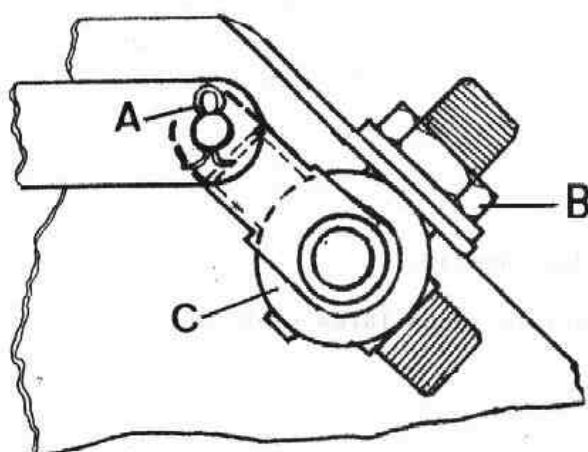

Fig. L1-19 Desmontaje de las válvulas
- 1.7. Para extraer cualquiera de las válvulas, se desmontará el pasador de aletas, A (Fig. L1-19). Se desenroscará la tuerca, B, y de esta forma podrá extraerse la válvula.